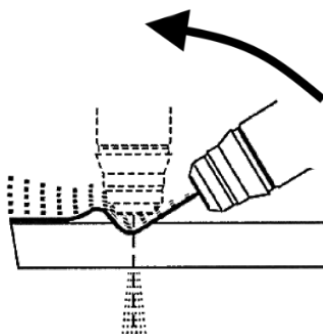

Рисунок 4
4.1.6 Якщо необхідно почати роботу всередині оброблюваного матеріалу або зробити отвір, рекомендується починати різання під кутом, з наступним поступовим змінням положення плазмотрона у вертикальне (дивіться рисунок 4). Це запобігає зворотній віддачі дуги, пошкодженню сопла розплавленими частками металу та їх потраплянню всередину плазмотрона.